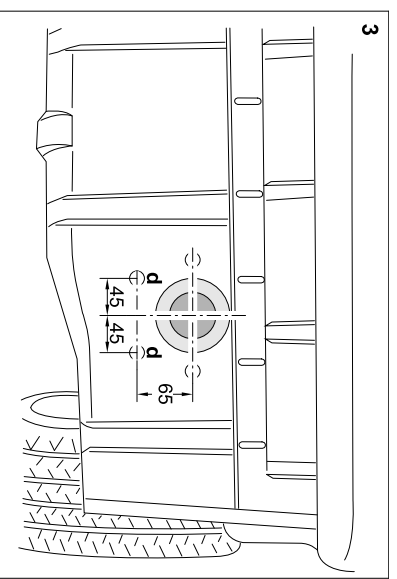

Figura 3: Fori nella lamiera posteriore, lato destro e anello di tenuta
Unità di imballaggio "Componenti di fissaggio incl. figura 3".
- 6.) Marcare le posizioni dei fori necessari sulla lamiera posteriore in "d", nella zona sotto l'apertura di destra del tampono paraurti, ed eseguire i fori con un diametro di 14 mm (v. figura 3).
- 7.) Pulire la lamiera posteriore nella zona intorno all'apertura di destra del tampono paraurti e applicare intorno a tale apertura l'anello di tenuta in materiale espanso in dotazione; v. figura 3.